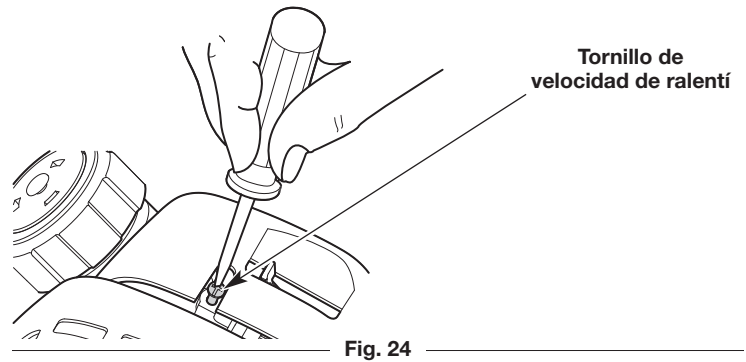

Fig. 24
- Si el motor se para, use un destornillador Phillips pequeño para girar el tornillo de velocidad de ralentí en el sentido de las agujas del reloj, 1/8 de giro cada vez (según sea necesario) hasta que el motor funciona al ralentí de manera uniforme (Fig. 24).
- Si el motor funciona al ralentí demasiado rápido, gire el tornillo de velocidad de ralentí en el sentido contrario de las agujas del reloj, 1/8 de giro a la vez (según sea necesario) para reducir la velocidad de ralentí (Fig. 24).